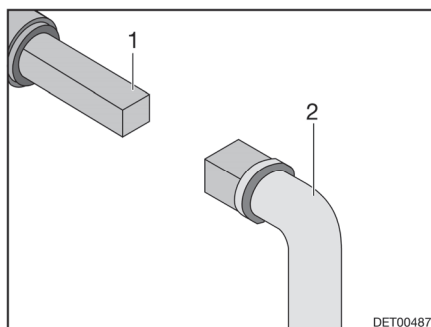

Fig. 145 Utilisation du robinet d'évacuation des eaux usées
- Insérer la clé (Fig. 145,2) sur la vis à quatre pans (Fig. 145,1).